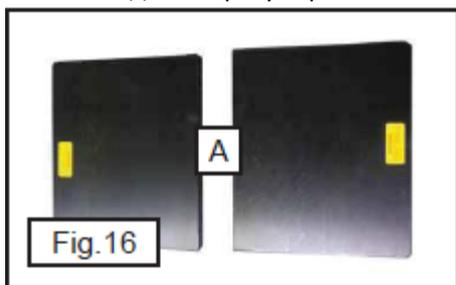

Рис. 16
1. Закрепить консоли (А), рис. 16, к основанию с помощью винтов (В) с шестигранным шлицем, рис. 18, по два на сторону, с шайбами, как показано на рисунке.